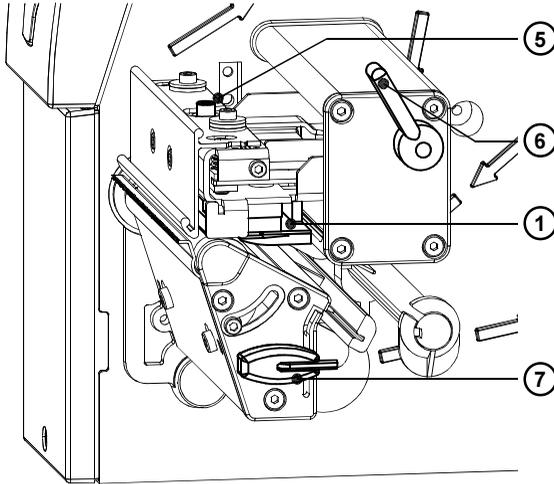

Bild 11b Austausch des Druckkopfes I
2. Schwenken Sie den Hebel (6) in die im Bild 11b gezeigte Stellung. In dieser Stellung ist die Druckkopfbaugruppe entriegelt, liegt aber noch auf der Druckwalze auf.
3. Lösen Sie mit dem Sechskantschlüssel (7) die Feststellschraube (5) für den Druckkopf.
4. Schwenken Sie den Hebel (6) im Uhrzeigersinn bis zum Anschlag und heben Sie dadurch die Druckkopfbaugruppe an.
5. Ziehen Sie den Druckkopf (1) von den Stiften (10) in der Druckkopfhalterung ab.
6. Lösen Sie den Druckkopf (1) vom Steckverbinder (9) des Druckkopfkabels.
8. Setzen Sie den Druckkopf mit den Bohrungen (8) auf die Stifte (10) auf.
9. Ziehen Sie die Feststellschraube (5) leicht mit der Hand an. Überprüfen Sie, dass der Druckkopf vollflächig an der Druckkopfhalterung anliegt.
10. Schwenken Sie den Hebel (6) erneut in die im Bild 11b gezeigte Stellung.
11. Ziehen Sie Feststellschraube (5) vollständig an, ohne die Schraube zu überdrehen.